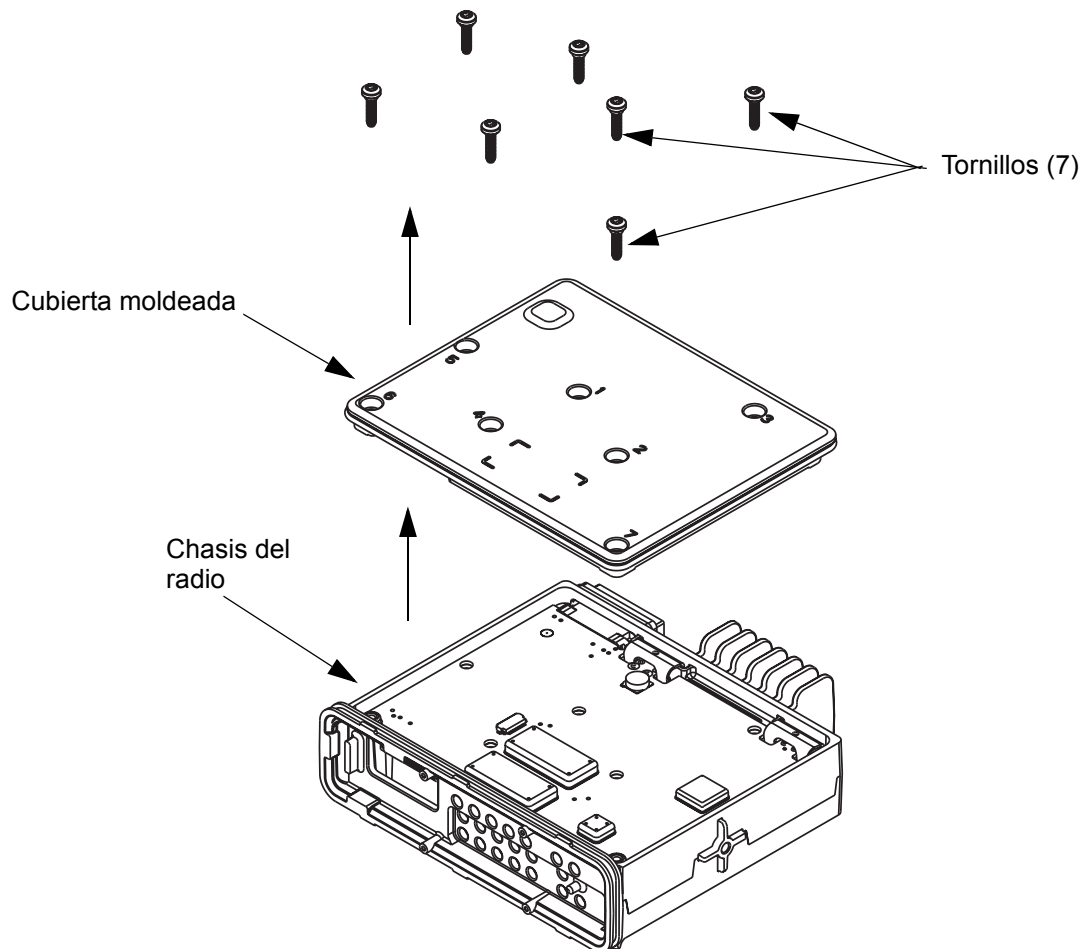

Figura 5-4 Desmontaje de la cubierta moldeada.
1. Saque los siete tornillos de la cubierta moldeada usando un destornillador TORX™ T20 como se muestra en la Figura 5-4.